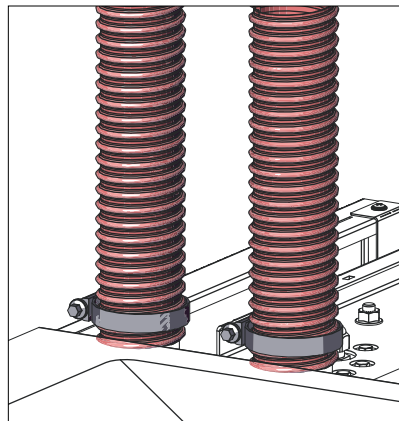

Fig. 111 Montage Zuführung- und Rückluftschlauch
- Schlauchschellen auf Schläuche stecken und anschließen – Fig. 111.